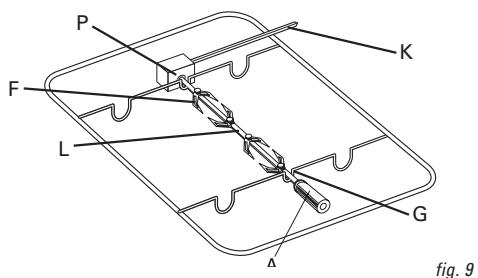

fig. 9
- Steek het gerecht aan de spit (L) en zet het stevig en goed uitgebalanceerd vast met de haken (F). Zie fig. 9.
- Duw de draaispit in opening (P) van de koppeling en leg hem aan de voorzijde in haak (G).
- Schuif het rooster met grillspit in de oven. Zorg dat de aandrijfas (K) in de opening van de grillmotor valt. Plaats een bakplaat met een beetje water onder het draaispit.